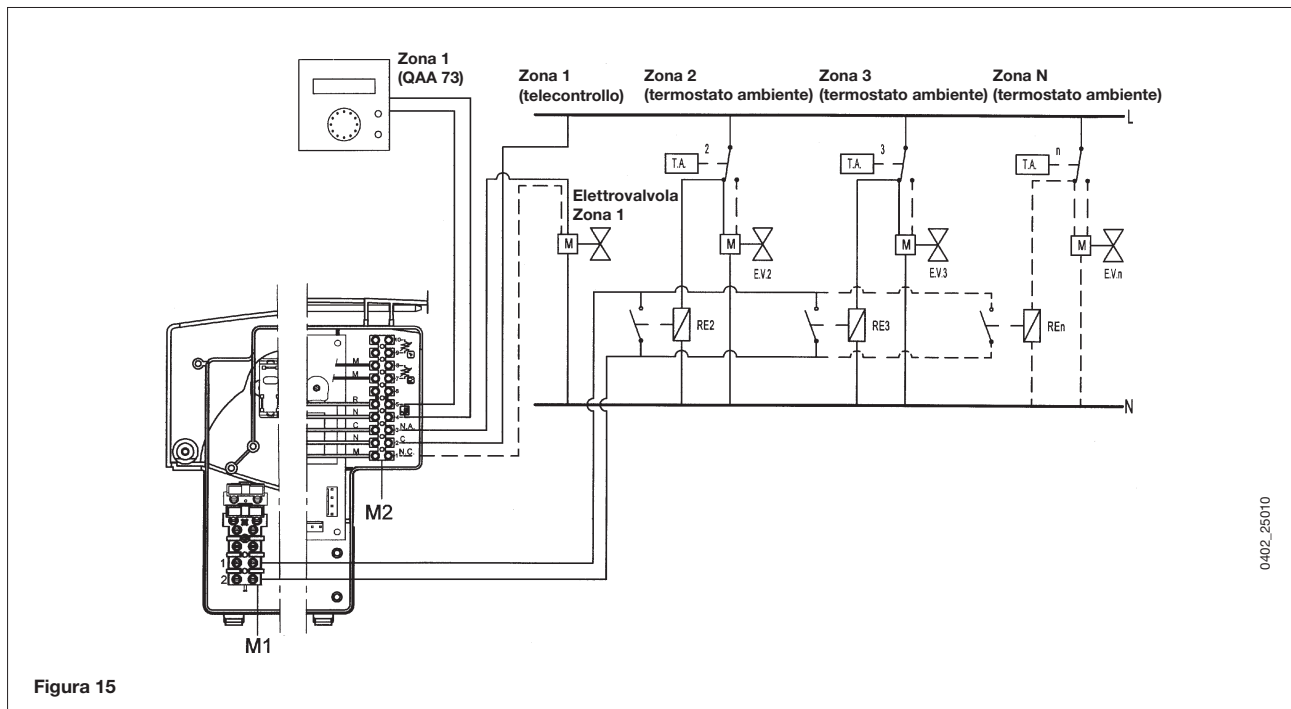

Figura 15
**Morsetti 1-2-3 Morsettiere M2:** collegamento elettrovalvola di zona (vedere figura 15 del capitolo 15.4).
Il contatto relativo alla richiesta di funzionamento delle zone non controllate dal QAA73, deve essere collegato in parallelo e connesso ai morsetti 1-2 "TA" della morsettiera M1 di figura 15. **Il ponticello presente deve essere rimosso.**
La zona controllata dal QAA73 è gestita dalla elettrovalvola della zona 1, come illustrato in figura 15.